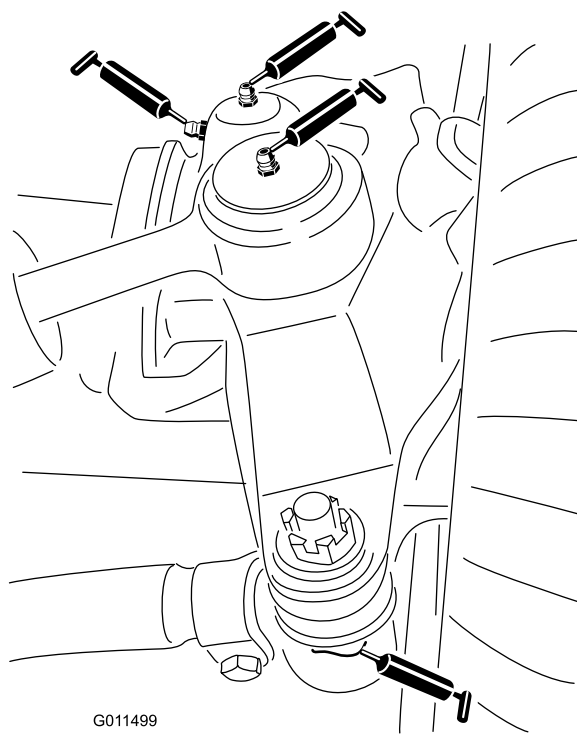

Figura 36
- 2 giunti a sfera del cilindro di sterzata (Figura 36)
- 2 giunti a sfera del tirante (Figura 36)
- 2 boccole del perno del fuso a snodo (Figura 36).